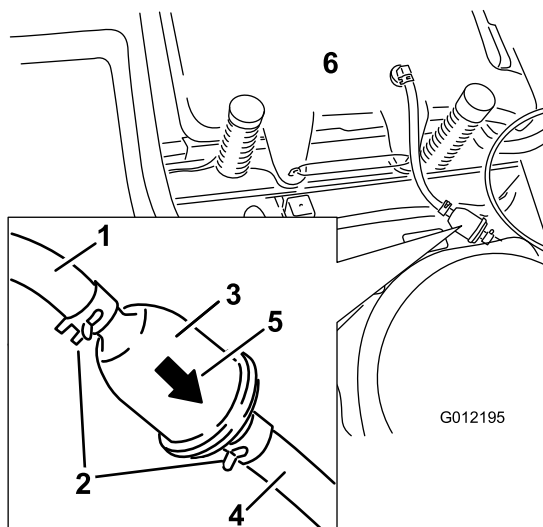

Figure 34
4. Pincez les extrémités des colliers et faites glisser ceux-ci pour les éloigner du filtre (Figure 34).
6. Montez un filtre neuf en veillant à pointer la flèche indiquant le sens d'écoulement vers le moteur. Rapprochez les colliers de flexibles du filtre (Figure 34) pour le fixer en place.